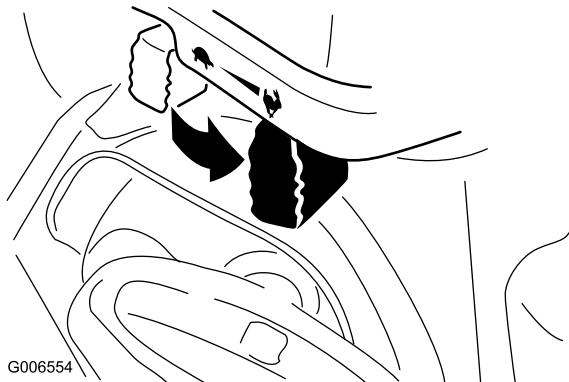

Figure 32
6. Placez la commande d'accélérateur en position haut régime (Figure 32).